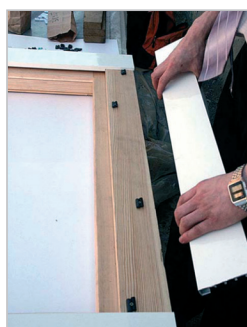

Рис. 9
2. Отрезки алюминиевой рамы между собой не соединяют, а крепят по отдельности на предварительно установленные на деревянном окне держатели (рис. 9–10).